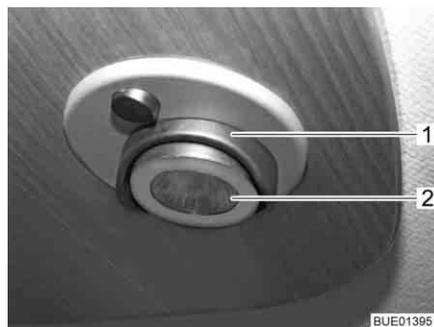

Fig. 211 Lámpara halógena empotrada
La lámpara halógena empotrada (Fig. 211,1) está hundida en el panel.
- Sacar la tapa (Fig. 211,2) haciendo palanca con una herramienta apropiada (p. ej. destornillador) y retirarla.